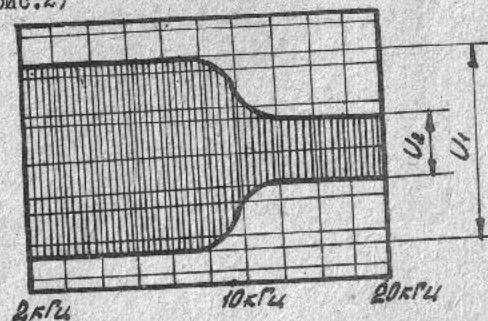

Рис.2. Осциллограмма определения частотных характеристик усилителя в области верхних частот.
генератора соответственно чувствительности усилителя и подайте сигнал с генератора на вход усилителя, с выхода усилителя подайте сигнал на вход осциллографа (синхронизация осциллографа должна быть от сети), на экране осциллографа должна появиться полоса пропускания усилителя на верхних частотах (рис.2)
Из рис.2 видно, что полоса пропускания данного усилителя — до 10 кГц, величина затухания (K_3) определяется по формуле (1):